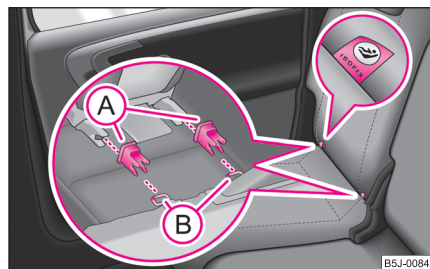

Fig. 142 Oeillets de retenue (système ISOFIX)
- Insérez les ergots (A) dans les oeillets de retenue (B) entre le dossier et l'assise ⇒ fig. 142.